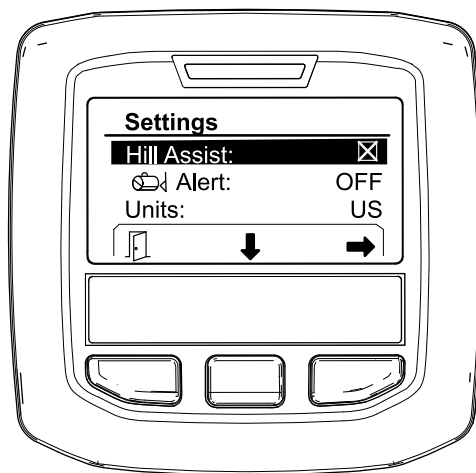

图7
1. 向下滚动至 HILL ASSIST 上坡辅助装置按中间选择按钮进入上坡辅助装置设置菜单 图7。